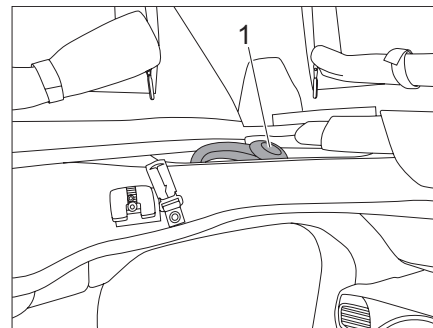

Bild 40 Svanhalsbelysning (extrautrustning) stoppas undan
- ▶ Svanhalsbelysning (extrautrustning) (Bild 40,1) vik ihop den så att den befinner sig högt ovanför förarplatsen. Svanhalsbelysningen får inte sticka ut utanför förarplatsen.